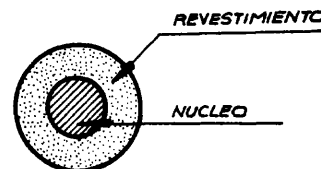

Fig. 3
- Debe estar libre de humedad y su núcleo debe ser concéntrico (fig. 3).